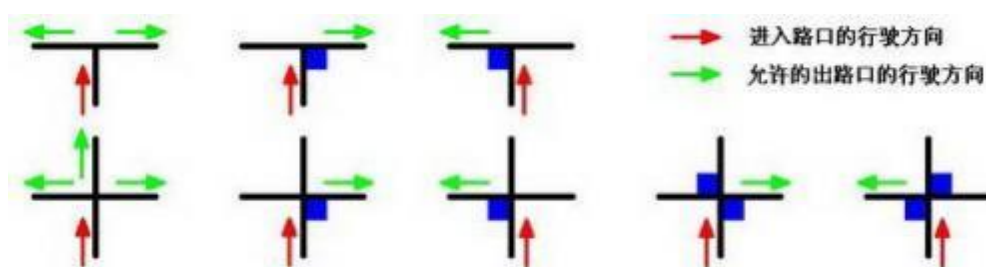

图 3 转弯标志及允许的出路口行驶方向
3.1.4 在黑色引导线的十字或丁字交叉处，可能会出现 50mm×50mm 的深蓝色转弯标志。机器人在遇到转弯标志时的正确动作方式如图 3 所示。